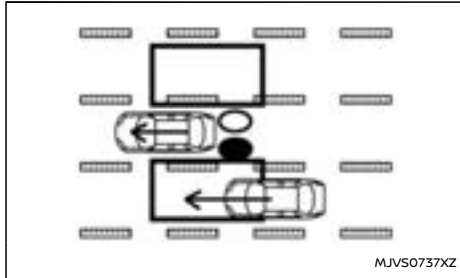

Abbildung 1 Von hinten heranfahrend
**Abbildung 1:** Die BSW-Anzeigeleuchte leuchtet auf, wenn ein Fahrzeug von hinten in den Erfassungsbereich auf einer benachbarten Fahrspur einfährt. Wenn das Sie überholende Fahrzeug eine sehr viel höhere Fahrgeschwindigkeit aufweist als Ihr Fahrzeug, kann es jedoch vorkommen, dass die BSW-LED-Anzeigeleuchte erst aufleuchtet, wenn sich das erfasste Fahrzeug auf der benachbarten Spur neben Ihrem Fahrzeug befindet. Verwenden Sie stets die Seiten- sowie Rückspiegel, betätigen Sie den Richtungsblinker und vergewissern Sie sich, dass die Fahrbahn, auf die Sie wechseln wollen, frei ist.